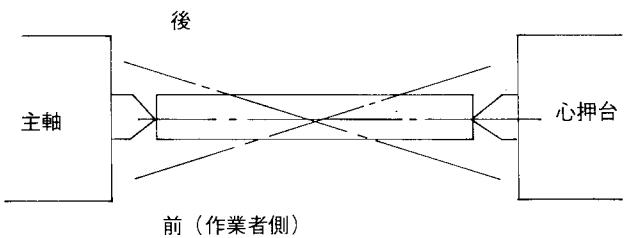

図2-24
- ④ 両端での数値を読み取り、傾きを測定する。
- ・工作物が主軸側で前後いずれの方へ傾いているか確認する（図2-24）。